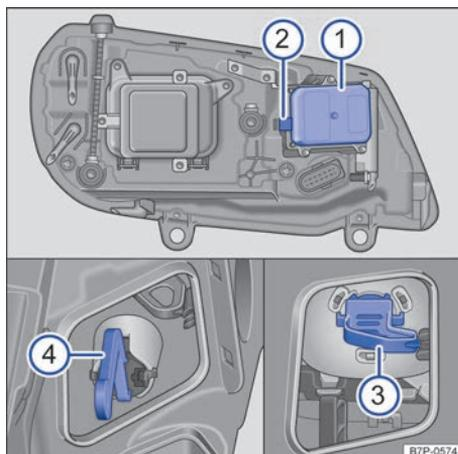

Fig. 279 En el vano motor: tapas y lámparas del faro izquierdo.
Retire la tapa → fig. 279 ❶ de la parte posterior del faro.
3. Para ello, presione el encastre ❷ hacia un lado y retire la tapa hacia atrás.
4. Retire el asidero inferior ❸ de la guía y extráigalo hacia atrás.